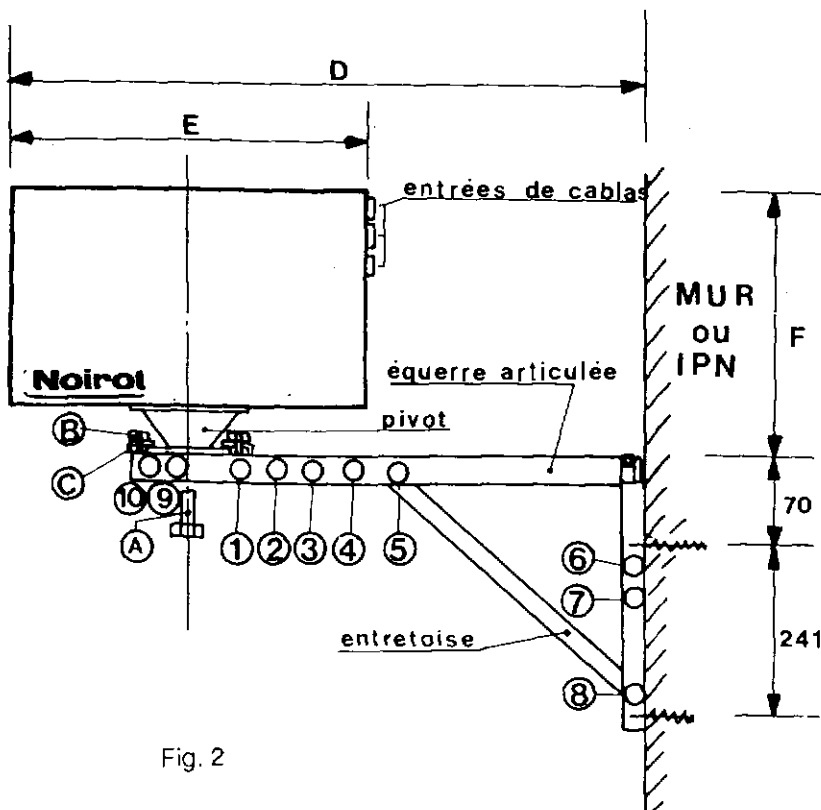

Fig. 2
- Placer l'entretoise dans l'équerre articulée, ailes vers l'intérieur, et les trous les plus grands positionnés du côté des trous carrés de l'équerre (Fig. 2).
**MONTAGE DE LA BATTERIE SUR LE SUPPORT (Fig. 2).**